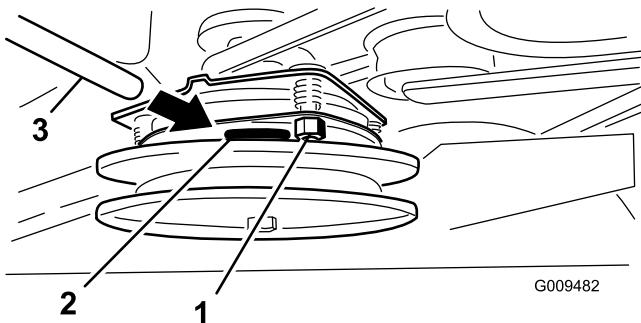

Figure 62
3. Serrez les contre-écrous jusqu'à ce la jauge d'épaisseur fléchisse légèrement mais puisse bouger facilement dans l'entrefer (Figure 62).